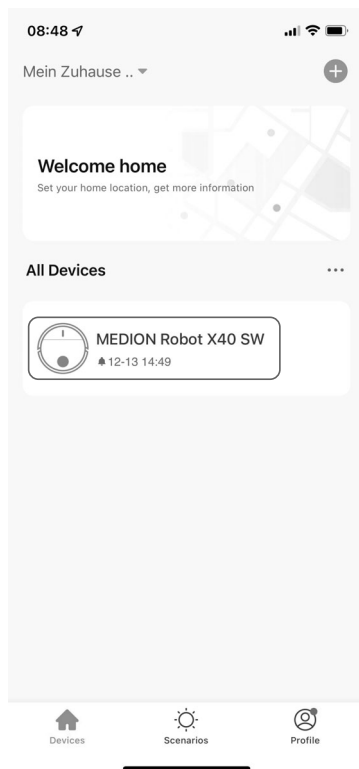

Fig. 13
- ▶ Vous pouvez maintenant renommer votre robot aspirateur. Vous pouvez ensuite sélectionner l'appareil dans la liste des appareils (voir fig. 13).